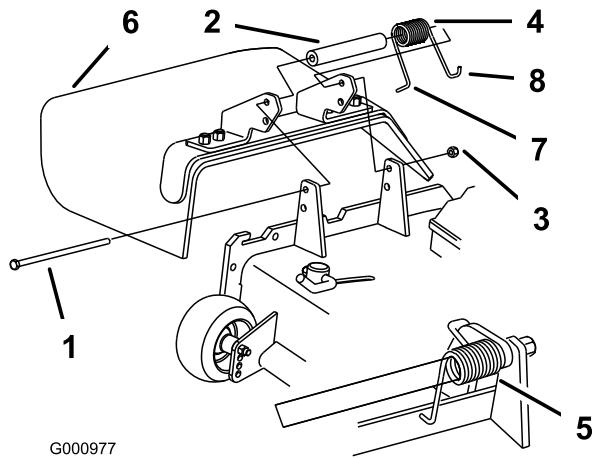

Figura 36
1. Retire a porca de bloqueio, o parafuso, a mola e a cunha que fixam o deflector aos apoios de articulação (Figura 36). Se o deflector de relva estiver danificado ou gasto, retire-o.
2. Coloque o espaçador e a mola no deflector de relva. Coloque a extremidade em **L** por trás da extremidade da plataforma antes de colocar o parafuso como apresentado em Figura 36.
Nota: Certifique-se de que a extremidade em **L** de mola está montada por trás da extremidade da plataforma antes de colocar o parafuso como apresentado em Figura 36.
3. Coloque o parafuso e a porca. Coloque a extremidade em gancho **J** da mola em torno do deflector de relva (Figura 36).